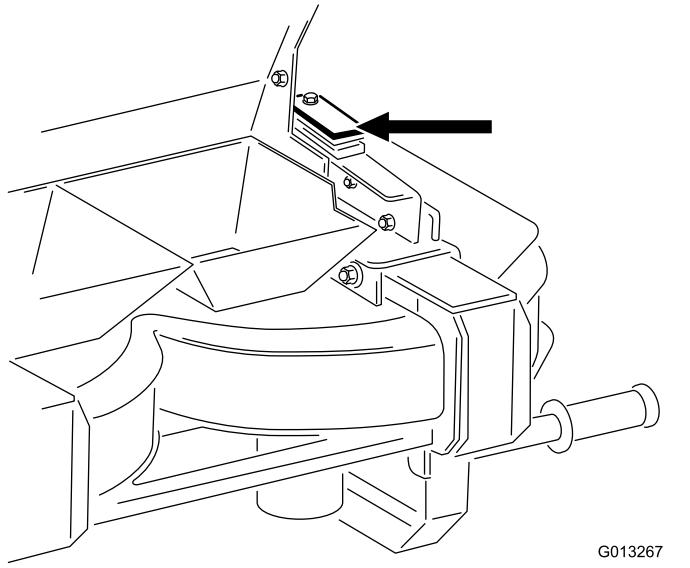

Figura 2
1. Si va a utilizarse un doble rotor en la misma recebedora, retire el espaciador de plástico superior ($\frac{3}{8}$ "), tal y como se muestra en la Figura 2, así como el espaciador metálico ($\frac{1}{4}$ "), y sustitúyalos con los espaciadores de metal y plástico suministrados. Esto permite dejar colocadas las chapas laterales instaladas anteriormente, tanto si se instala un doble rotor como una cinta transportadora y kit de giro.